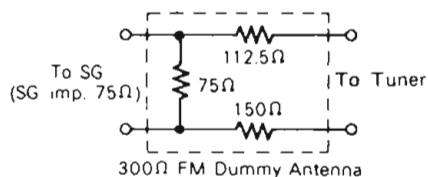

Fig. 1
Notes: 1. Band selector switch. { AM (AM Alignment) FM (FM Alignment) 2. FM muting & mode switch off/mono 3. Active servo lock switch. off 4. Maintain line voltage at rated voltage. 5. 300Ω FM dummy antenna. Refer to fig. 1 6. Output of signal generator should be no higher than necessary to obtain an output reading.
Anmerkungen: 1. Bereichsschalter { AM (AM Abgleich) FM (FM Abgleich) 2. FM Muting/Mode Schalter ... off/mono 3. Active servo lock-Schalter .. off 4. Netzspannung auf ihren Sollwert halten. 5. UKW-Kunstantenne, 300 ohm Vgl. Abb. 1. 6. Der Ausgang des Meßsenders darf nicht höher sein als unbedingt notwendig für eine gute Ablesung.
5. Antenne fictive FM 300Ω Voir fig. 1.